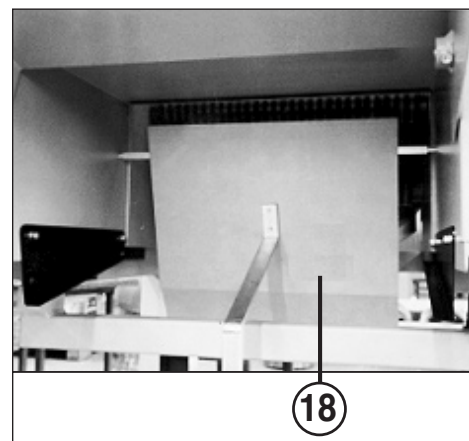

Fig. 3
- la **trappe de commutation (18)** (fig. 3) „réceptacle plein“ est-il libre de mouvement?